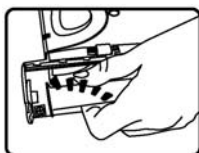

Fig. 14
6. Retirez la barre de la brosse hors de la bague et passez-la à côté de la courroie pour la retirer de la balayeuse (Fig. 14).
7. Insérez la nouvelle barre de brosse dans la bague située à l'opposé de la courroie de transmission en premier (Fig. 14).